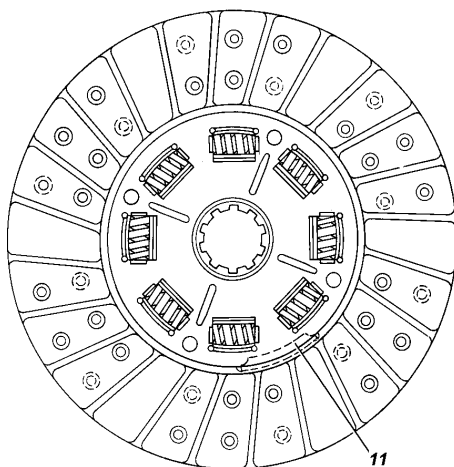

Рис. 5.2. Ведомый диск сцепления:
**Ведомый диск** (рис. 5.2) установлен на шлицы ведущего вала.